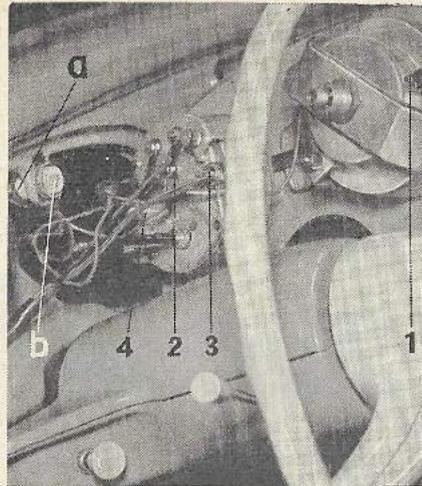

Abb. 58: Instrumententafel herausgenommen
Die Instrumententafel läßt sich jetzt, wie Abb. 58 zeigt, nach der Lenksäule hin ein Stück herausziehen. Die Instrumentenlämpchen werden somit leicht zugänglich. Im einzelnen sind dies die Tachometerbeleuchtung (1), die Beleuchtung des Kombi-Instrumentes (2), die Ladelichtkontrolle (3) und die Fernlichtkontrolle (4).